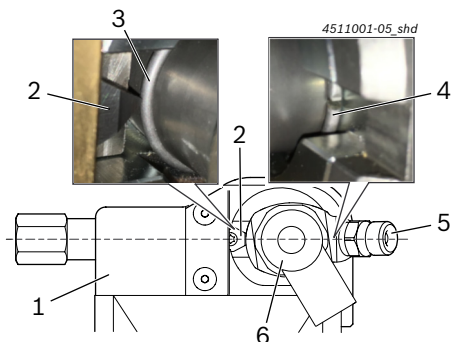

Fig. 5: Aukšto slėgio jungtis (5 padėtis) priešpriešinėje pjovimo plokštelės pusėje (2 padėtis)
- Kaip pavaizduota Fig. 5, CRI iki galo įkiškite į išmontavimo įrankį ir išlaikykite šioje padėtyje.
- ⇒ Fiksuojamąjį žiedą (Fig. 5, Nr. 3) įtvirtinkite tiksliai pjovimo plokštelės aukštyje (Fig. 5, Nr. 2).